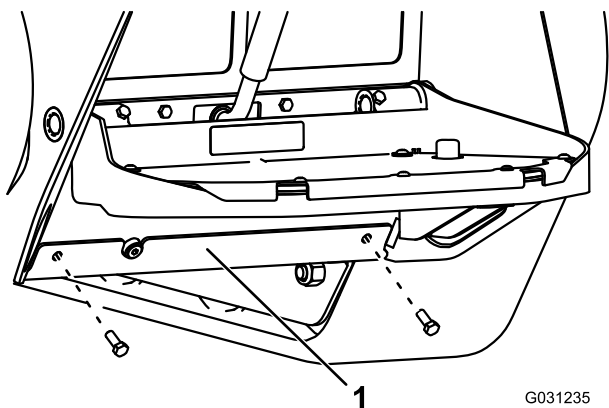

Рисунок 75
8. Установите нижнюю планку (Рисунок 75).
4. Выверните два болта крепления нижней планки и снимите нижнюю планку (Рисунок 75).